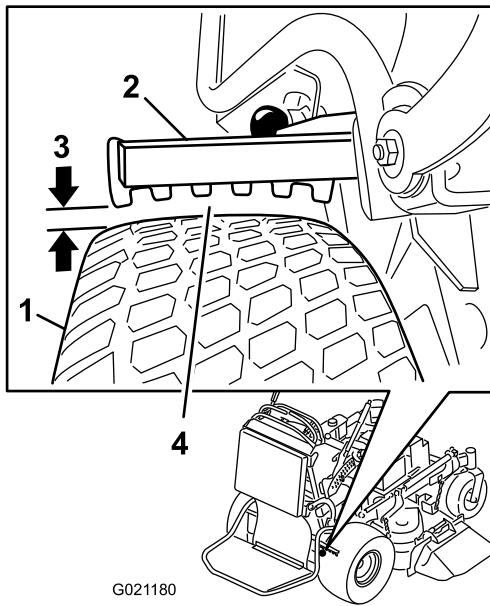

Figure 61
6. Utilisez le côté présentant le plus petit espace, et faites en sorte que la distance se situe entre 3 et 6 mm, comme montré à la Figure 61 ; voir Réglage des freins \(page 50\) si la distance n'est pas correcte.
5. Réglez la chape (Figure 61).